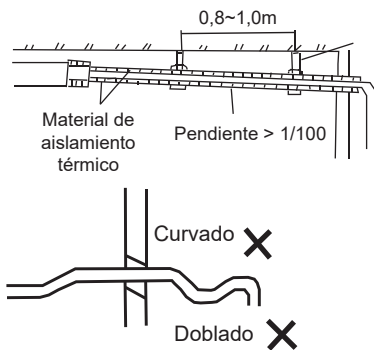

Figura 5.1
4. Para evitar el reflujos del agua hacia el interior del sistema de aire acondicionado cuando se detiene, el tubo de descarga de agua debe tener una pendiente hacia el exterior (lado de drenaje) con una inclinación superior a 1/100. Asegúrese de que el tubo de descarga del agua no se hinche ni acumule agua para que no genere ruidos extraños. Consulte la Figura 5.1.
5. Al conectar los tubos de descarga de agua, no tire de los tubos con fuerza para evitar que las conexiones del tubo de succión de agua se suelten. Al mismo tiempo, establezca puntos de apoyo cada 0,8~1 m para evitar que los tubos de descarga de agua se doblen. Consulte la Figura 5.1.